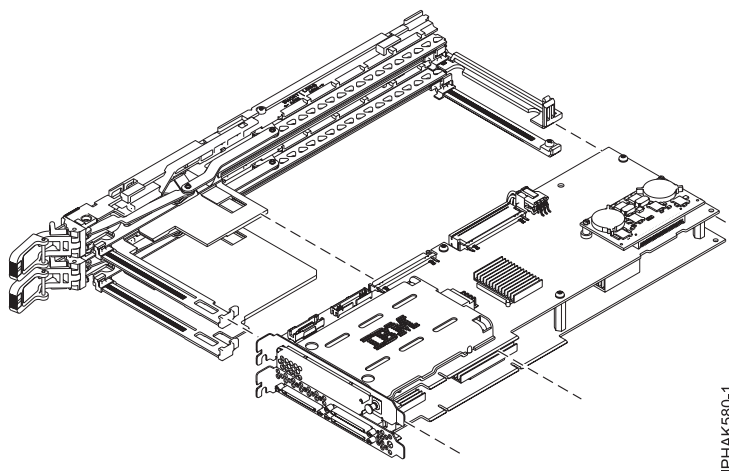

Figure 76. Retrait de la carte double largeur du bloc-cassette
12. Retirez la carte double largeur du bloc-cassette et placez-la avec précaution sur une surface antistatique. Voir figure 76.